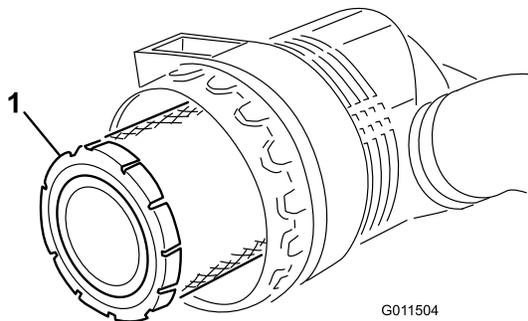

Figura 46
3. Retire y cambie el filtro primario (Figura 46).